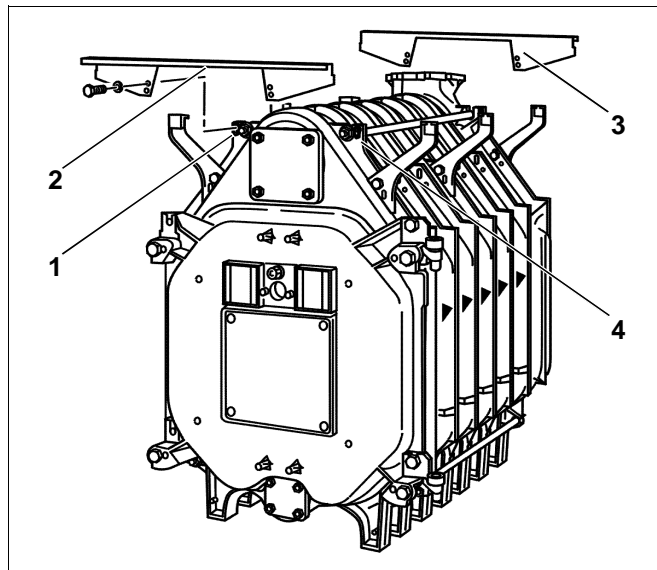

Fig. 36 Montaggio delle traverse
- Fissare la traversa superiore anteriore (fig. 36, **pos. 2**) sulle camme di ghisa (fig. 36, **pos. 1 e 4**) ed avvitarla con i bulloni esagonali (M 8 x 16). La piegatura della traversa anteriore deve essere rivolta verso il davanti.
- Fissare la traversa superiore posteriore (fig. 36, **pos. 3**) sulle camme di ghisa ed avvitarla con i bulloni esagonali (M 8 x 16). La piegatura della traversa posteriore deve essere rivolta verso dietro.